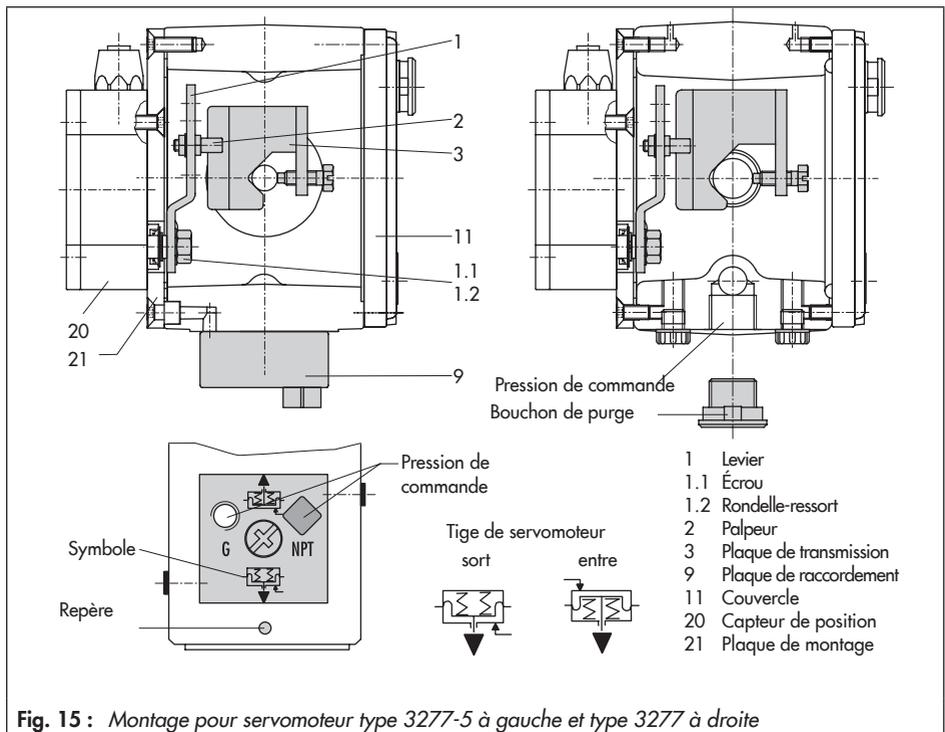

Fig. 15 : Montage pour servomoteur type 3277-5 à gauche et type 3277 à droite
Servomoteur type 3277-5 de 120 cm² (Fig. 15)
La pression de commande du positionneur est transmise à la chambre de membrane du servomoteur par le raccord de la plaque de raccordement (9, Fig. 15, à gauche). Visser en premier lieu cette plaque de raccordement (9) sur l'arcade du servomoteur.
- Positionner la plaque de raccordement (9) de sorte que les symboles « Tige sort par manque d'air » ou « Tige entre par manque d'air » se trouvent en face du repère (Fig. 15, en bas).
- Veiller au positionnement correct du joint plat dans le logement de la plaque de raccordement (9).